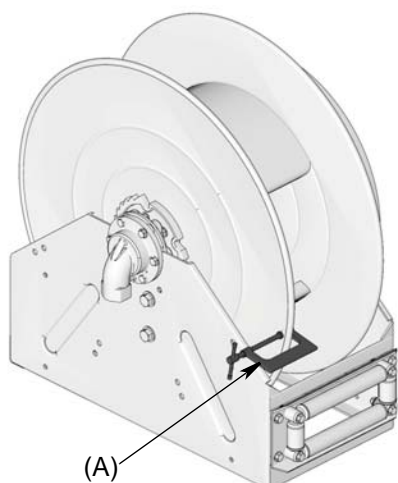

Рис. 17
3. Прикрепите зажимную скобу (А) к катушке барабана, как показано на Рис. 17, чтобы предотвратить непреднамеренное освобождение фиксатора и свободное вращение барабана.